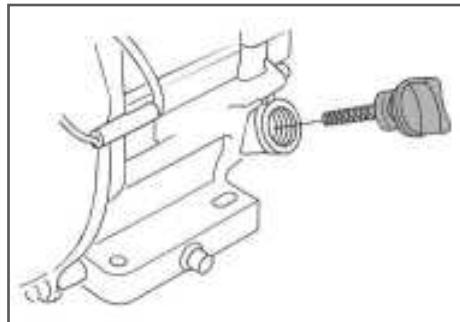

Рис. 6 Крышка-щуп маслозаливной горловины
- Открутите крышку-щуп маслозаливной горловины и извлеките щуп (Рис. 6).
- Выкрутите крышку-щуп маслозаливной горловины и извлеките щуп (Рис. 6).